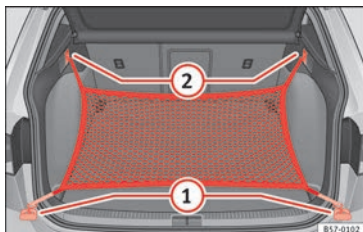

Fig. 163 Nel bagagliaio: occhielli (1) e ganci (2) per il fissaggio della borsa rete.
- Fissare i ganci corti della rete agli occhielli di ancoraggio »» fig. 163 (1) »» ⚠. La cerniera della tasca dev'essere rivolta verso l'alto.
- Fissare le cinghie nei ganci per appendere borse (2).